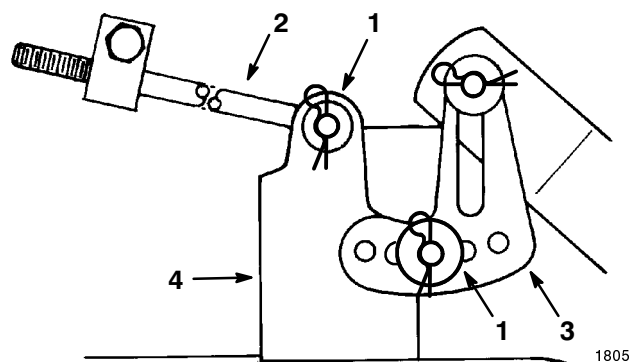

Figure 43
10. Enlevez la goupille fendue et la rondelle de l'extrémité de la longue tige (Fig. 43) et glissez la tige hors du support du plateau. Répétez la procédure de l'autre côté du plateau de coupe.
11. Enlevez la goupille fendue et la rondelle de la patte de mise à niveau du plateau de coupe (Fig. 43). Dégagez la patte de l'axe de montage et remettez la rondelle et la goupille fendue en place pour ne pas les perdre.